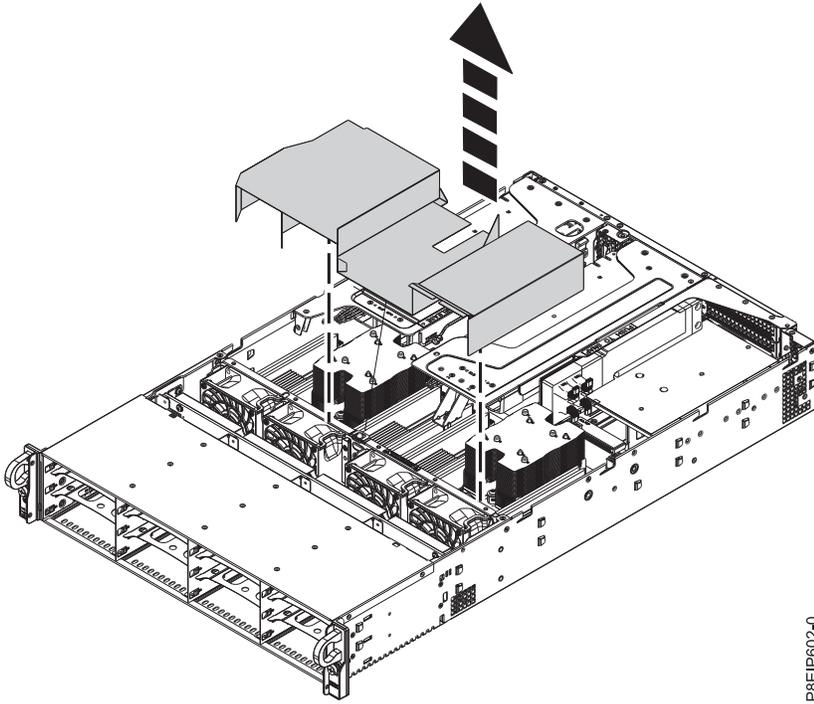

Figura 76. Extracción del deflector de aire del procesador
3. Extraiga el deflector de aire del procesador tal como se indica en la Figura 76. Desencaje con cuidado y levante el deflector de aire del procesador del sistema.